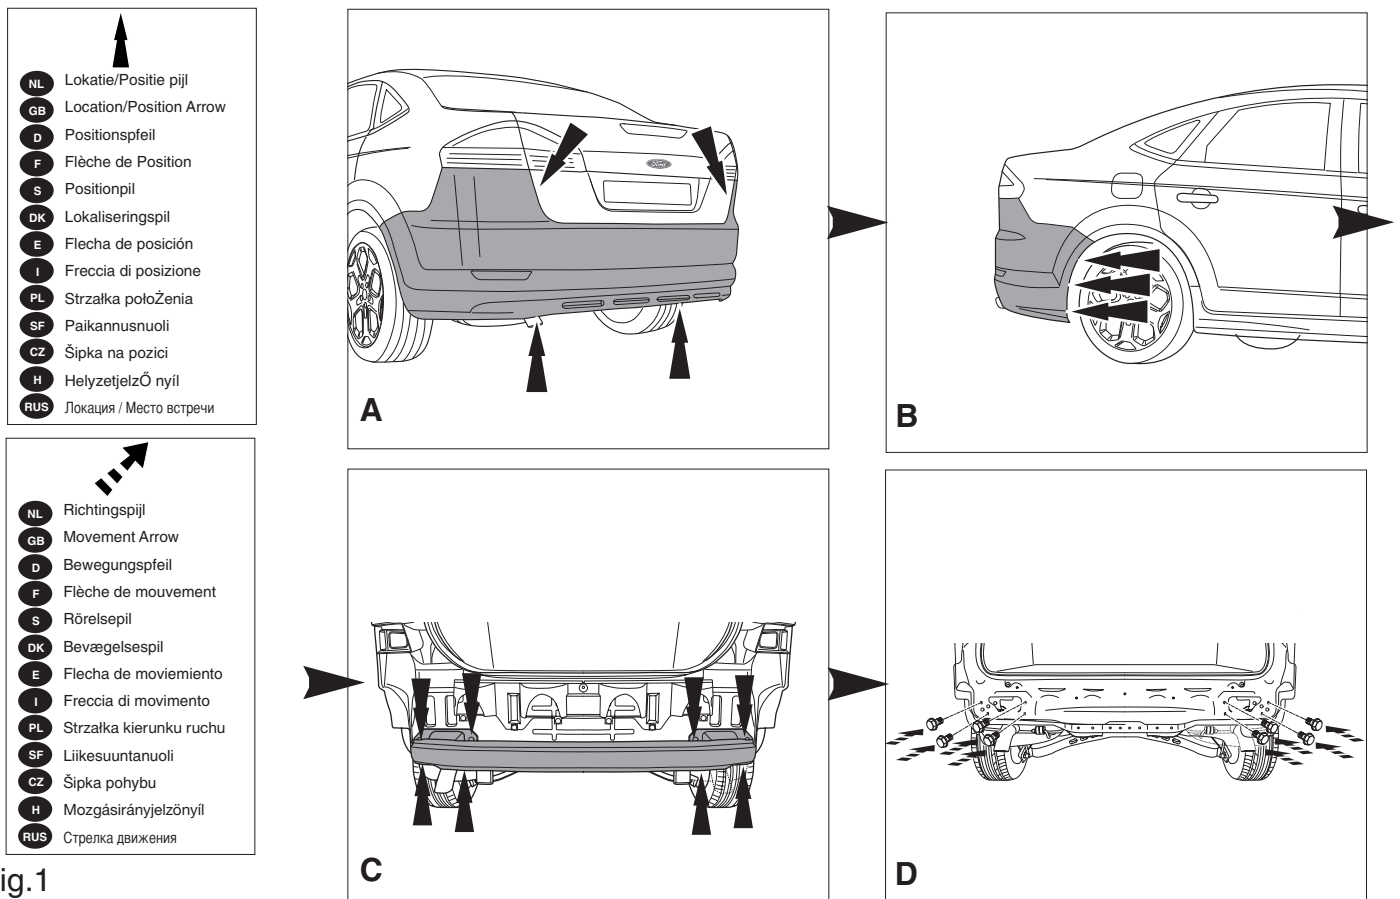

Fig.1
1. Déposer le pare-chocs du véhicule y compris la traverse en acier ; la traverse ne sera plus utilisée. Remettre les boulons de fixations en place. Voir la figure 1.
1. Demonter kofangeren, inklusive køretøjets stålstødbjælke. Denne bliver overflødig. Sæt bolte på plads igen. Se fig. 1.
1. Zdemontować z pojazdu zderzak wraz ze stalową belką zderzakową, belka zderzakowa nie będzie ponownie używana. Zderzak ponownie śruby. Patrz rysunek 1.